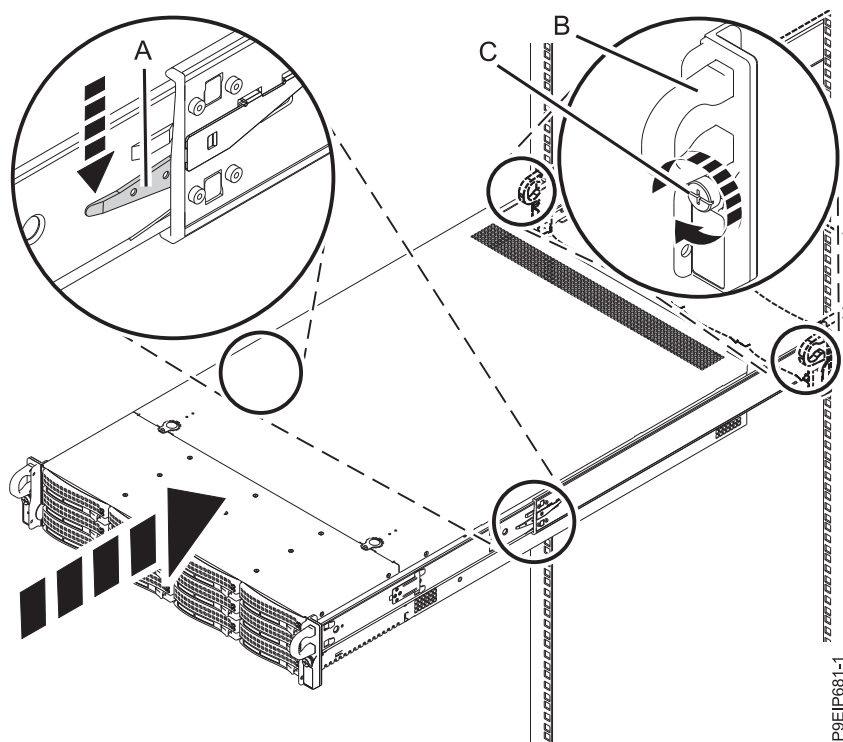

Figure 109. Mise en position de fonctionnement du système
1. Libérez les loquets de sécurité des glissières (A), comme illustré dans la figure 109, à la page 113, puis insérez le système complètement dans l'armoire. Assurez-vous que rien ne vient accrocher les câbles et le bras de routage des câbles.